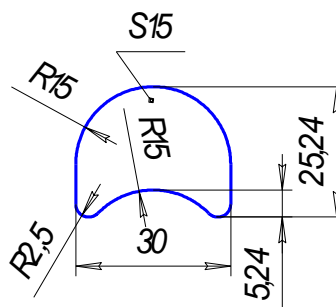

Рис. 8
4. Выполнить модель (рис. 8, 9).